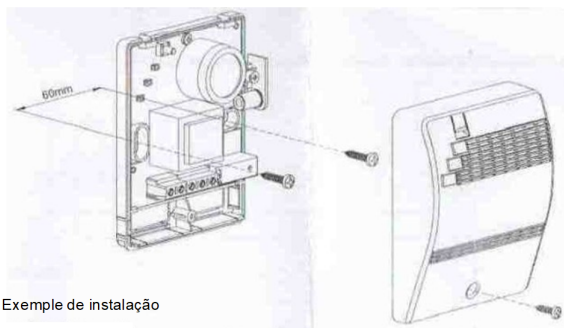

Fig. 2: Exemplo de instalação
Para acessar os terminais internos, remova o painel frontal soltando os parafusos. (Fig. 2)
3. Remova o painel do detector assim como mostrado na Fig. 2